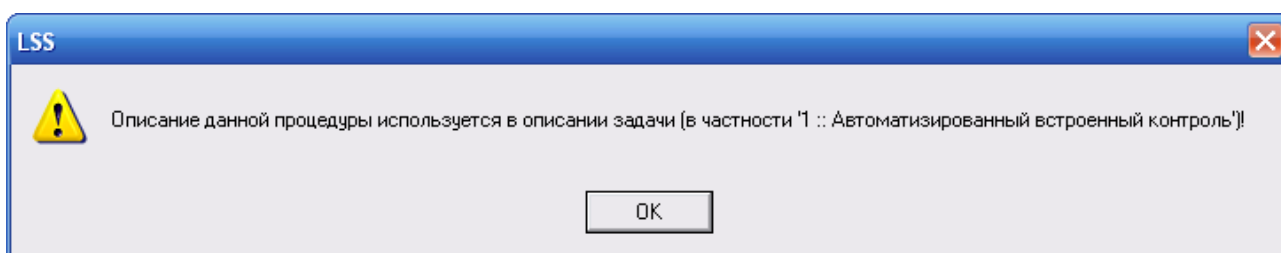

Рис. 2-103
2. Если в процедуру входит хотя бы одна задача обслуживания, то появится сообщение, представленное на рис. 2-103. Для удаления такой процедуры предварительно нужно удалить связи с задачей обслуживания.